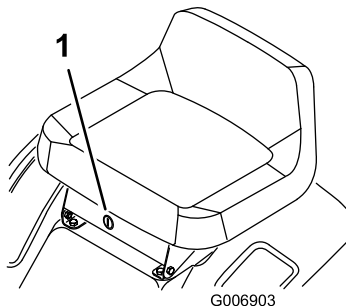

Figura 12
Se dovete utilizzare il comando delle lame (PDF) durante la retromarcia, escludete l'interruttore di sicurezza agendo sull'interruttore KeyChoice, situato accanto alla staffa del sedile (Figura 12).
2. Inserite la chiave KeyChoice nell'interruttore (Figura 12).